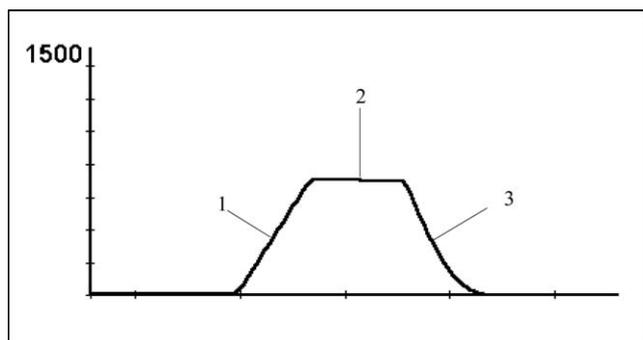

Fig. 3 Courbe de volume en fonction du temps
- courbe de volume en fonction du temps (Fig. 3).